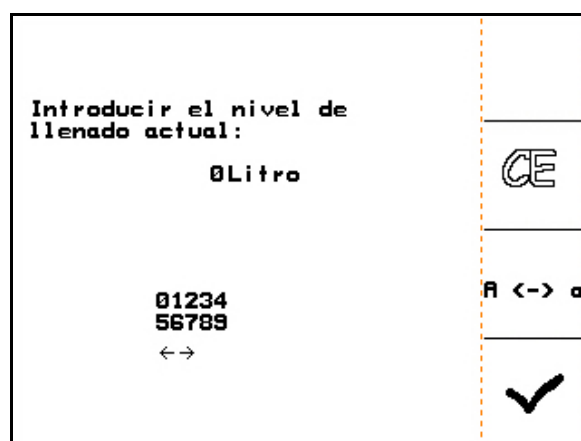

Fig. 85
1.  Activar el menú de llenado (Fig. 85).